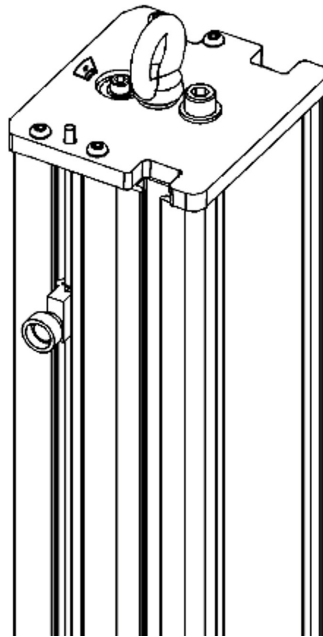

Abbildung 10. Augenschraube zum Anheben des Prüfrahmens
7. Führen Sie den Haken des Krans in die Augenschraube am oberen Ende der Prüfraahmensäule ein Abbildung 10 auf Seite 60.
Bei einigen Systemen wird die Augenschraube vor der Lieferung entfernt. Wenn die Augenschraube an Ihrer Maschine fehlt, befindet sie sich in einer Hülle in einem der unverschlossenen Behälter (normalerweise in dem Behälter, in dem sich die Systemdokumentation befindet). Schrauben Sie die Augenschraube am oberen Ende der Prüfrahmensäule ein, wie in Abbildung 10 auf Seite 60 gezeigt.